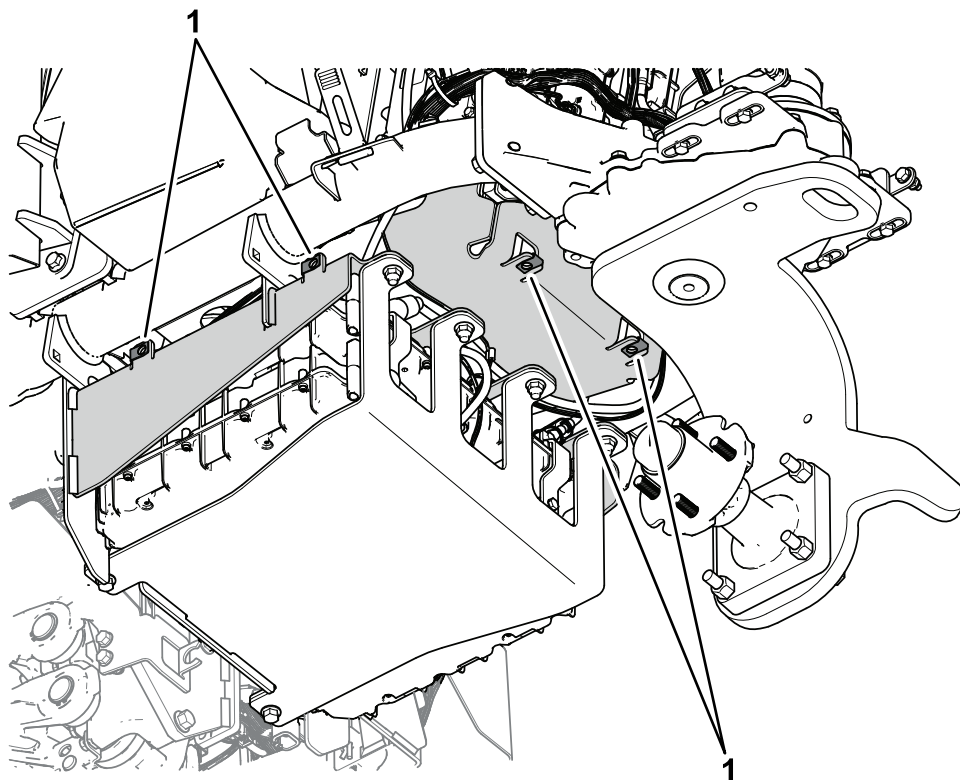

Figura 32
1. Montate 6 dadi a molla sulle alette della piastra di supporto superiore e della piastra di supporto inferiore (Figura 32).